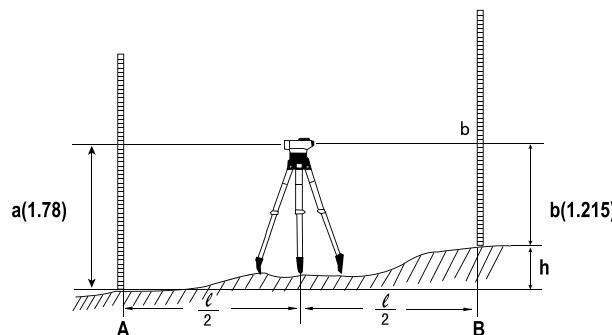

Abbildung 3
- Bringen Sie die Nivellierlatten A und B in die vertikale Position. Platzieren Sie das Instrument zwischen den Nivellierlatten A und B (Abb. 3).
In Abbildung 3 beträgt der Höhenunterschied beispielsweise 0,565 m. Ziehen Sie den Wert der Höhe B von dem Wert der Höhe A ab.
- Coloque las barras de nivelación A y B en posición vertical. Coloque el instrumento entre las barras de nivelación A y B (Fig. 3).